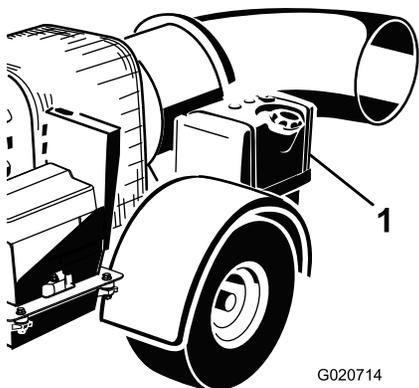

Рисунок 12
2. Очистите область вокруг крышки топливного бака и снимите ее (Рисунок 12).